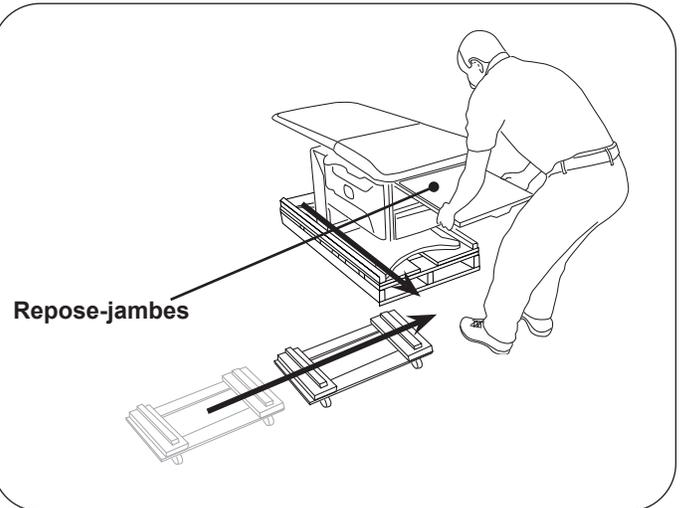

Figure 16. **Glisser la table hors de la palette**
15. Utiliser le repose-jambes pour glisser la table partiellement hors de la palette. Arrêter lorsqu'elle dépasse suffisamment pour placer un chariot de déménagement sous le socle de la table. Finir de tirer la table sur le chariot (Figure 16).